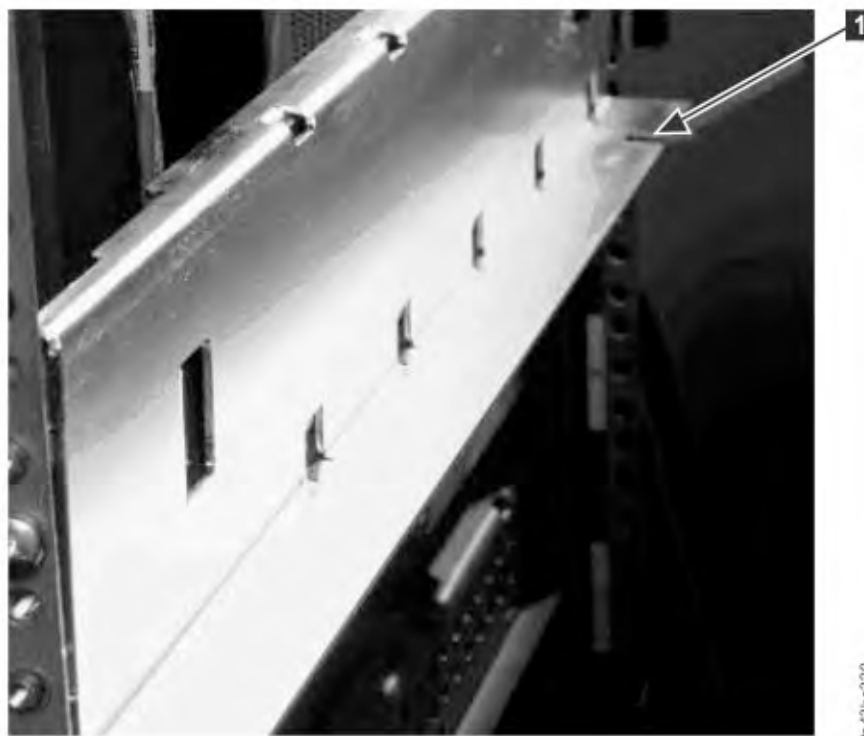

Figura 43. Foro per perno di allineamento
- a. Spostare la leva di allineamento della parte superiore della coppia di moduli nella posizione bloccata o innestata. Se riscontri resistenza, regola la posizione del modulo superiore in modo che il perno nel meccanismo di allineamento si muova nel foro di accoppiamento nel modulo inferiore. Se si riscontra ancora resistenza, verificare che i binari dell'alloggiamento siano installati correttamente. Verificare che il foro per il piedino di allineamento sia sul binario sinistro (guardando dalla parte anteriore) verso il retro dell'alloggiamento. Vedere 1 in Figura 43 a pagina 63